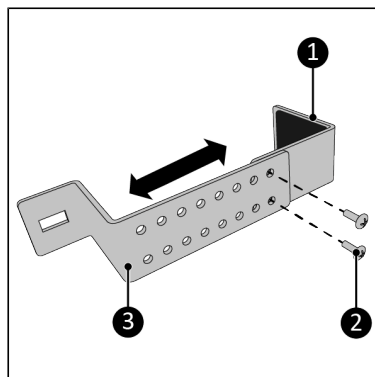

Rysunek 42.
16. Wypełnić wolne przestrzenie (Rysunek 42, poz. 1) dostarczoną pianką izolacyjną (Rysunek 42, poz. 2), w razie potrzeby przyciąć piankę*.